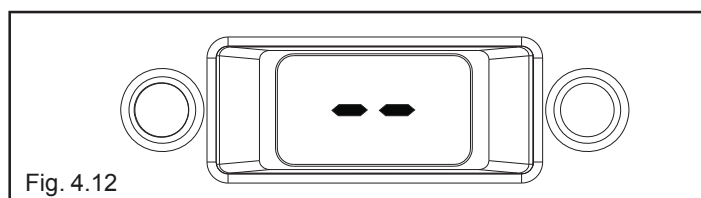

Fig. 4.12
In condizioni normali, quando il selettore di funzione è posizionato su "☐", il visualizzatore digit indica "- -" (fig. 4.12) a meno che sia in corso la fase di antigelo (AF) oppure venga attivata la funzione analisi combustione (CO).
Il display digitale si presenta come in fig. 4.12.